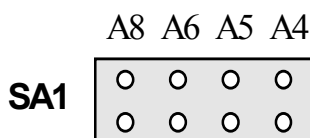

Рис. 7. 4
- 1) Рисунок переключателя (Рис. 7. 4) по отношению к плате сориентирован также, как и сама плата на её схематичном рисунке (см. Рис. 7. 1).